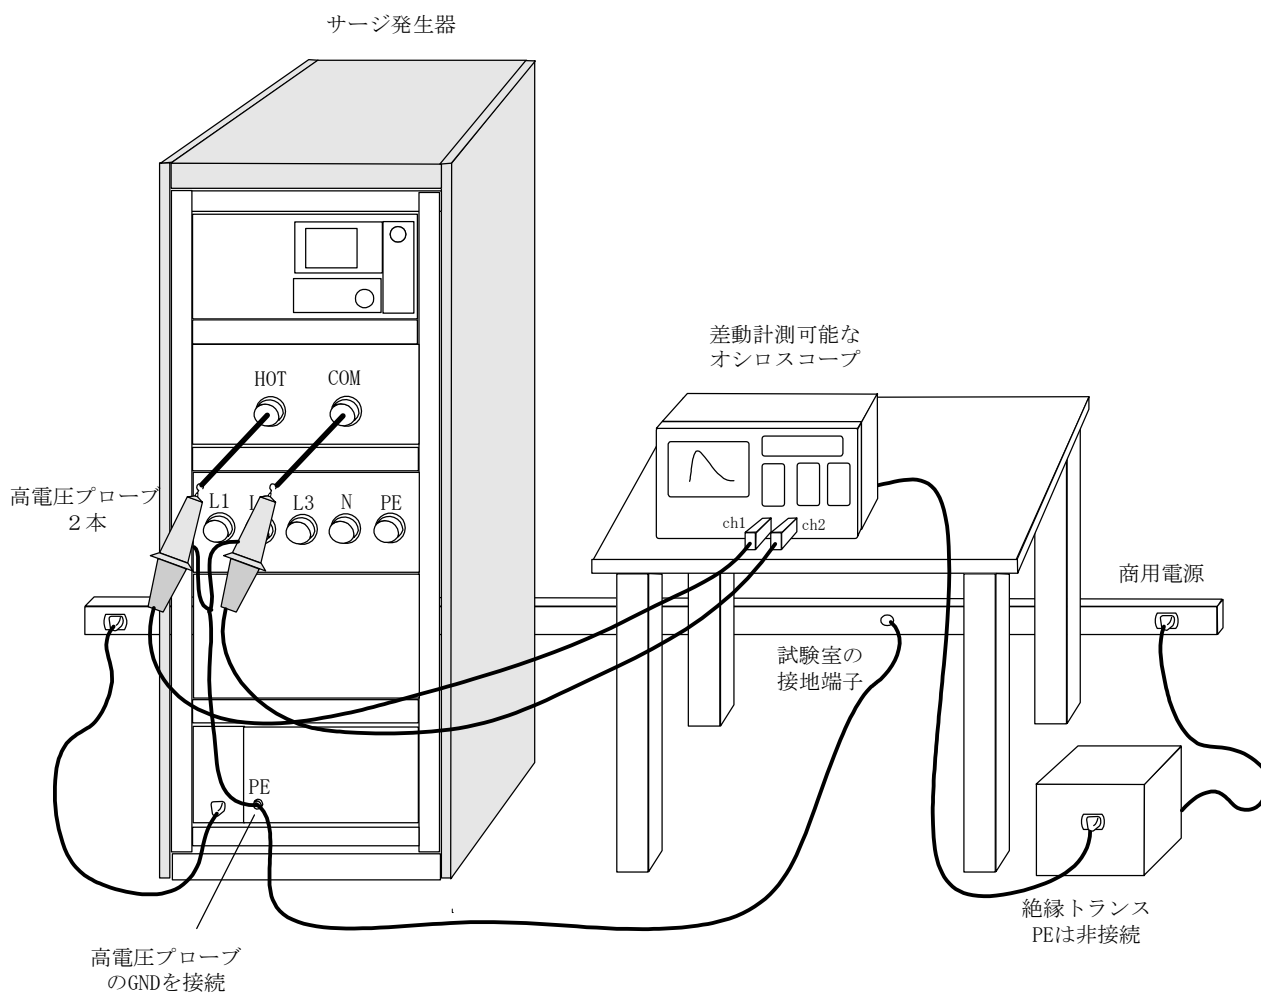

図2. 電圧波形測定の設定と接続の例
- ①オシロスコープを設置し、絶縁トランスを介してAC電源供給を行います。このとき、絶縁トランスのオシロスコープ接続側コンセントのPE端子をアース接続してはいけません。
- ②オシロスコープのCH1とCH2それぞれに高電圧プローブを接続します。
- ③サージ試験器の駆動電源を接続します。このとき、接地端子の付いた3PのACケーブルによって大地アースが確実におこなわれていることを確認してください。大地アースが確実ではないと思われる場合には、図2の様に、サージ試験器のPE端子と試験室の接地端子を別のアース線にて接続します。
- ④LSS-15AX/LSS-F02のサージ出力端子HOTとCOMそれぞれに、本製品の「開
なお、作図の都合から図2では省いてありますが、高電圧プローブは絶縁体で構成された適切な高さの安定した台の上に置き、計測中に落下したりすることのないように工夫して配置してください。
- ①オシロスコープを設置し、絶縁トランスを介してAC電源供給を行います。電流波形を計測する場合、オシロスコープのPE端子を大地から浮かせる必要はありませんが、電圧波形の計測に備えて浮かせておく方が安全を確保できます。
- ②オシロスコープに、電流トランスフォーマーと組み合わせた電流プローブを接続します。
- ④LSS-15AX/LSS-F02 のサージ出力端子HOTとCOMを、本製品の「短絡電流用ケーブル」（ケーブル長：約120cm）で短絡接続します。